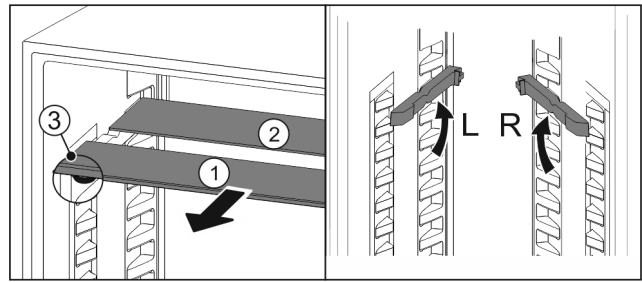

Fig. 34
- ▶ По одной извлеките Fig. 34 (1) стеклянные панели движением вперед.
- ▷ Стеклянная панель Fig. 34 (1) с декоративной планкой лежит спереди.
- ▷ Стопоры Fig. 34 (3) показывают вниз.